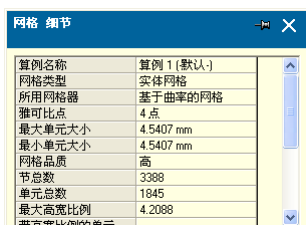

图 10-34 “网格细节”窗口
- 细节：打开“网格细节”窗口，如图 10-34 所示，显示当前网格划分的所有信息，包括节总数和单元总数等内容。